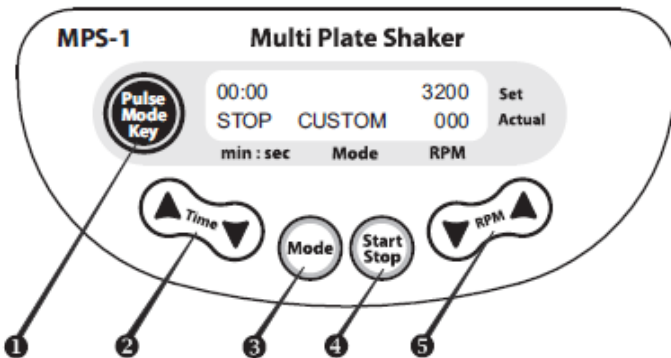

Fig.2 Panneau de configuration
- 4.3. À l'aide de la touche **Mode** (Fig. 2/3), sélectionnez le mode de travail requis (PERSONNALISÉ, LENT, MOYEN, RAPIDE, TUBE VORTEX). Le fonctionnement en modes LENT, MOYEN, RAPIDE, et TUBE VORTEX diffère du mode PERSONNALISÉ dont la vitesse est fixe et non réglable (voir section 5.2).
- 4.4. Sélectionnez la durée d'utilisation requise en minutes et en secondes (l'intervalle d'incrémentación est de 15 secondes) à l'aide des touches ▲ et ▼**Time** (Fig. 2/2). Appuyez sur la touche pendant plus de 3 secondes pour augmenter l'incrémentación. La durée programmée s'affiche dans la ligne supérieure de l'écran.
- 4.5. Réglez la vitesse requise (par incrémentación de 100 tpm) dans le mode PERSONNALISÉ à l'aide des touches ▲ et ▼**RPM** (Fig. 2/5). Appuyez sur la touche pendant plus de 3 secondes pour augmenter l'incrémentación. La vitesse programmée s'affiche dans la ligne supérieure de l'écran.
- 4.6. Appuyez sur la touche **Start Stop** (fig. 2/4). La plate-forme se mettra en mouvement (indication « RUN ») et l'indicateur du minuteur affichera le décompte de la durée dans la ligne supérieure de l'écran.
- 4.11. Réglez la vitesse requise (par incrémentación de 100 tpm) à l'aide des touches ▼**RPM ▲** et (Fig. 2/5). Appuyez sur la touche pendant plus de 3 secondes pour augmenter l'incrémentación. La vitesse programmée s'affiche dans la ligne supérieure de l'écran.
- 4.12. Appuyez sur **Pulse Mode key** (fig. 2/1). La plate-forme entamera le cycle suivant : accélération — court mélange (durée 3 secondes) — ralentisse-